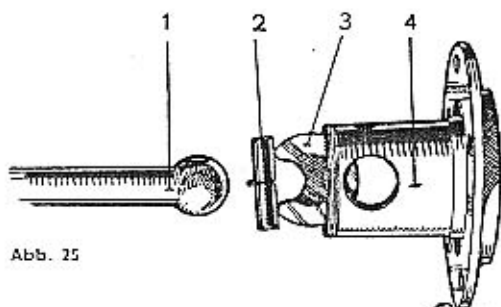

Abb. 25
Das Differentialgelenk (1) ist durch die Halbachse (2) mit dem Radgelenk (3) verbunden. Die Halbachse ist auf der Seite des Differentials abgeflacht und steckt in einem Gehäuse (Abb. 17 — 3 oder Abb. 15 — 3). Auf der Seite des Rades ist die Halbachse kugelförmig abgeschlossen und wird von der Kappe des Radgelenks gefaßt (Abb. 25). Diese Einrichtung ist daher so getroffen, daß die Räder schwingen und sich dabei drehen können. Es bleibt noch die letzte Aufgabe zu erfüllen; Gleichzeitig auch die Lenkung der Räder zu ermöglichen.